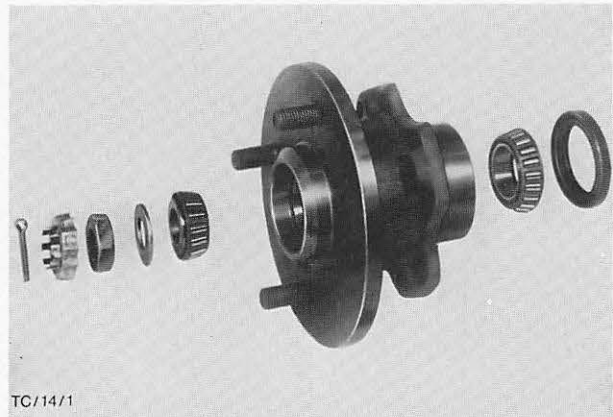

Abb. 20 Vorderradnabe zerlegt (Bremsscheibe ausgebaut)
4. Fettkappe abnehmen, Splint und Kronensicherung entfernen, Einstellmutter abschrauben, Druckscheibe und äußeres Kegelrollenlager entfernen, Abb. 20. Radnabe mit Bremsscheibe vom Achsstummel abziehen.